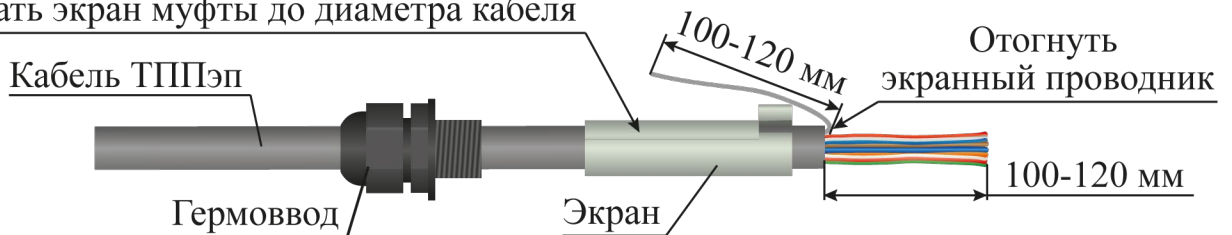

Рисунок 4.32
– надеть на оболочку одной части ремонтируемого кабеля в следующей последовательности: гермоввод, экран муфты соединительной (рисунок 4.32);
– снять оболочку со свободного конца кабеля ТППЭп длиной 100 - 120 мм (рисунок 4.32);
– экранирующий проводник отвести в сторону (рисунок 4.32);